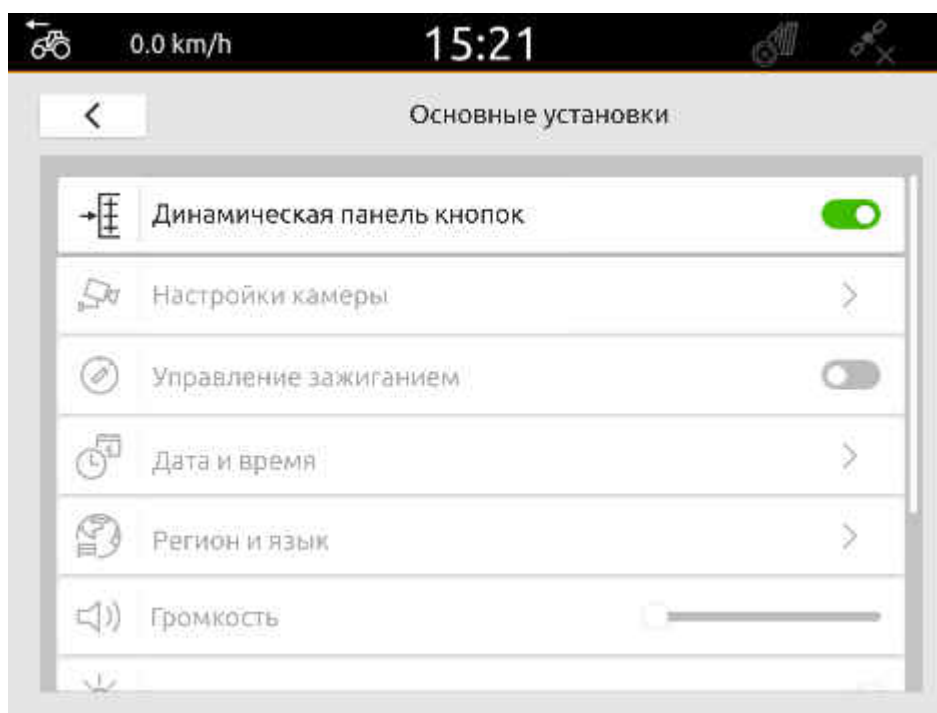

Рисунок 10 – Окно меню "Основные установки"
- *Активирование динамической панели кнопок управления*, если активировать эту функцию, то рабочее меню на отображении карты автоматически скроется через 10 секунд. При приближении руки пользователя к дисплею рабочее меню снова отображается. В меню настроек выбрать "Основные установки". Активировать "Динамическая панель кнопок" или деактивировать (рисунок 10).